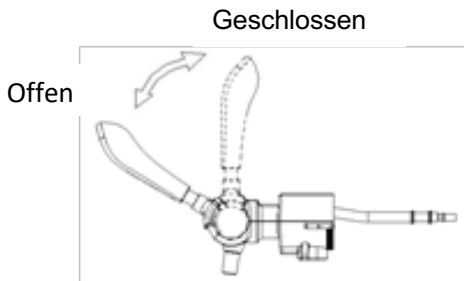

Abbildung 12
14.4 Wenn der Griff des Zapfhahns senkrecht geschlossen ist (wie in der Position "CLOSE" in Abbildung 12 dargestellt), ziehen Sie den Griff um 45 Grad nach vorne, um das Bier zapfen zu können (wie in der Position "OPEN" in Abbildung 12 dargestellt).